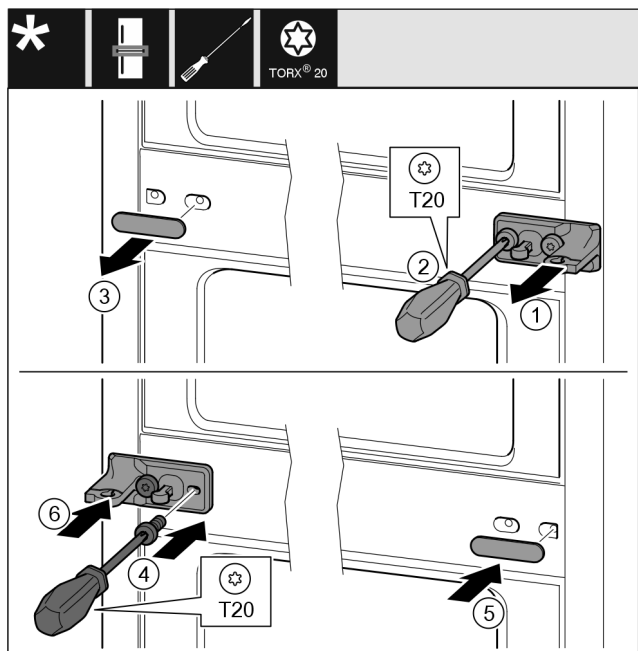

Fig. 43
- ▶ Снимите шайбу Fig. 43 (1).
- ▶ Выкрутите винты Fig. 43 (2) отверткой.
- ▶ Осторожно снимите крышку Fig. 43 (3).
- ▶ Плотно прикрутите опорный кронштейн с подкладкой Fig. 43 (4) с другой стороны, повернув его на 180°.
- ▶ Установите крышку Fig. 43 (5) с другой стороны, повернув ее на 180°.
- ▶ Спереди установите шайбу Fig. 43 (6).